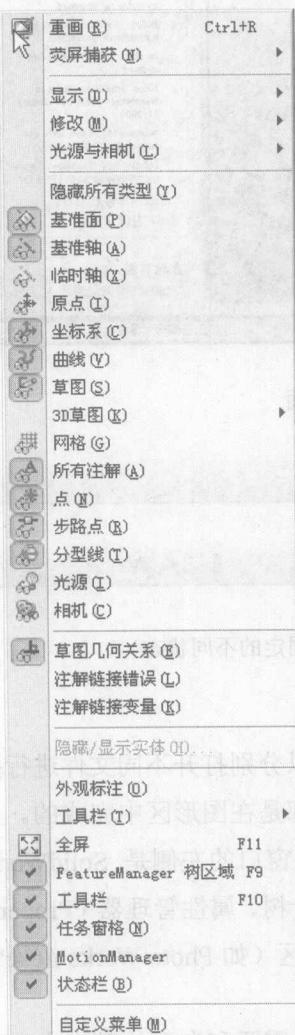
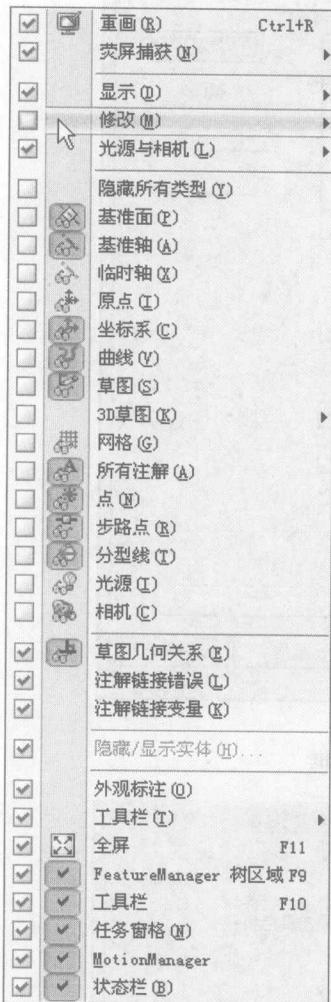
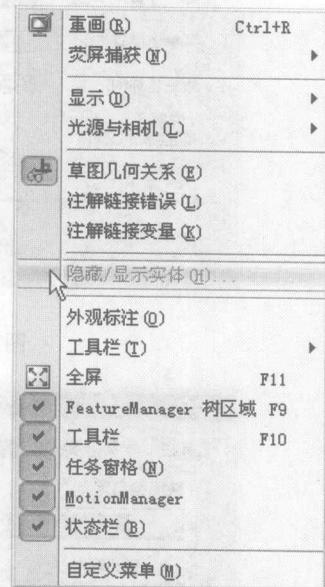
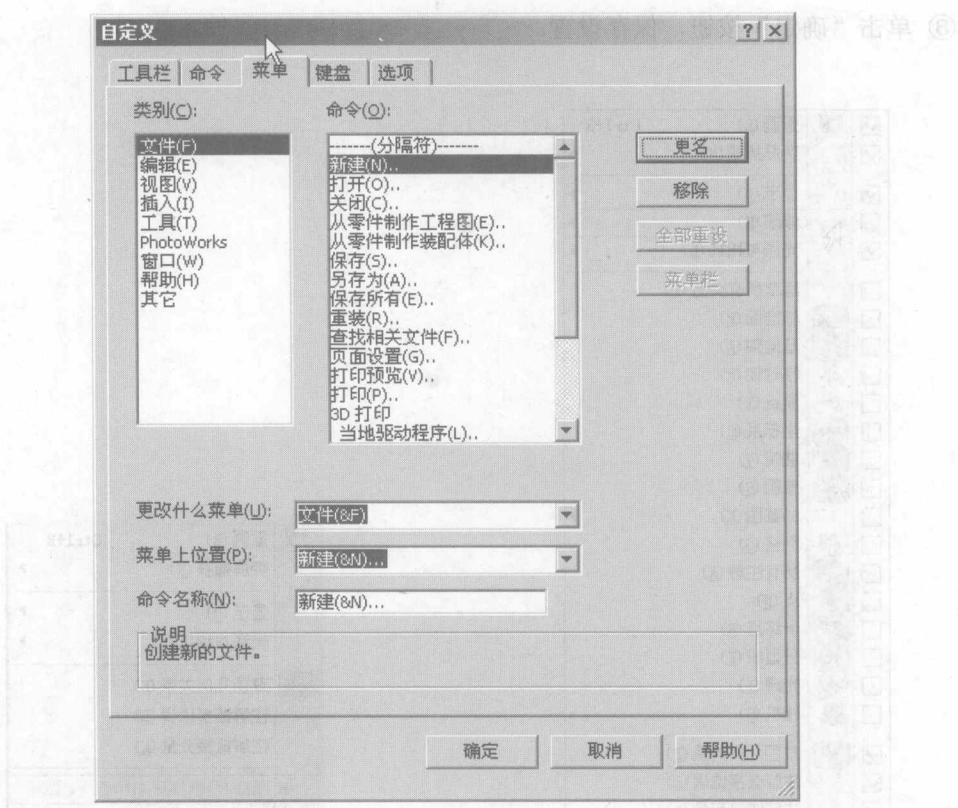

图 1-3 “视图”下拉菜单
图 1-4 自定义菜单显示状态
图 1-5 定制后的“视图”菜单
图 1-6 “自定义”对话框
① 单击需要定制的菜单，如“视图”菜单，在下拉菜单（如图 1-3 所示）中单击最下面的“自定义菜单”命令，弹出如图 1-4 所示的下拉菜单。可见，菜单中的每个命令前面都有一个白色方框，其中 为选择状态，即目前需要显示的命令；空白框 为不显示的命令。
② 如果要添加菜单项，勾选空白复选框；如果要删除菜单项，不勾选所选复选框。
③ 单击菜单外的任一处或按<Enter>键，保存所做的更改；要取消更改，按<Esc>键。定制后的“插入”菜单，如图 1-5 所示。
① 单击菜单栏中的“工具”→“自定义”命令，或右击任何工具栏（不包括命令管理器），在弹出的快捷菜单中单击“自定义”命令。
② 在弹出的“自定义”对话框中，单击“菜单”选项卡，如图 1-6 所示。单击相应的按钮来重新命名、移除或添加菜单命令。